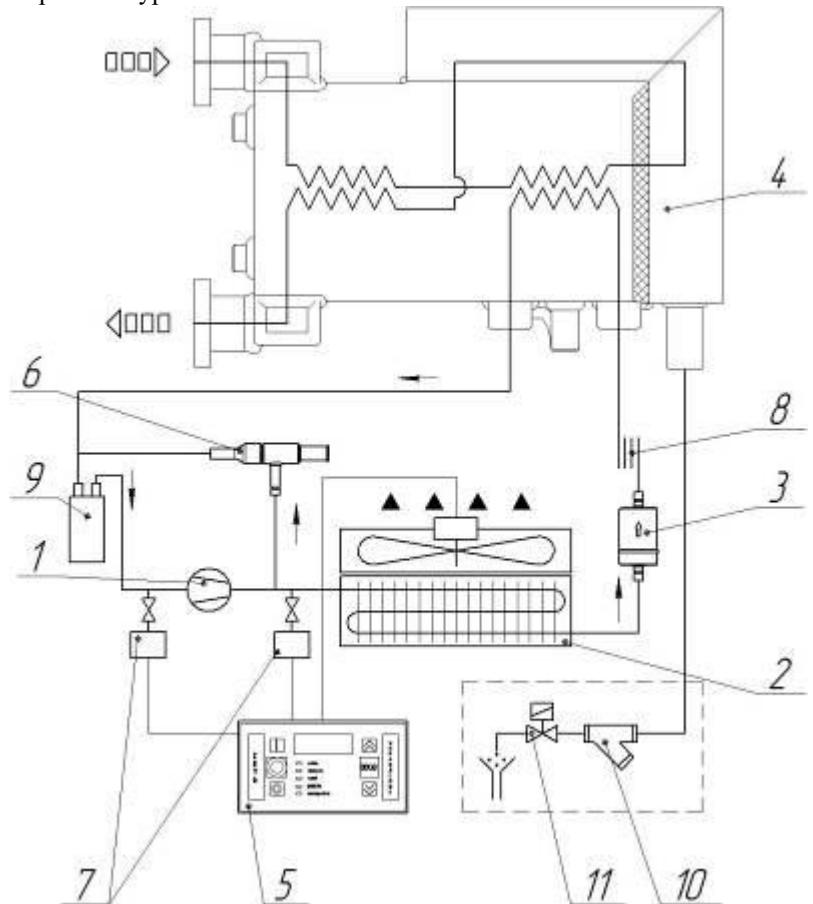

Рисунок 4 – Холодильный контур
4.1 Осушитель (рис. 4) представляет собой конструкцию алюминиевого теплообменника, размещенного в блоке осушкиния 4. В первом контуре теплообменника из сжатого воздуха удаляется вода путем его охлаждения до температуры приблизительно +3°C и удаления образующегося при этом конденсата. С целью предотвращения образования конденсата на наружной поверхности трубопроводов системы циркуляции, обрабатываемый сжатый воздух перед выходом его из осушителя подвергается предварительному подогреву. Для этого он прогоняется через второй контур теплообменника.
4.1.1 Компрессор 1 (рис. 4) является активным элементом осушителя и обеспечивает циркуляцию хладагента по холодильному контуру за счет сжатия паров хладагента от давления кипения до давления конденсации.
4.1.2 Конденсатор 2 (рис. 4) представляют собой теплообменник, в котором за счет охлаждения сжатого газообразного фреона происходит конденсация паров и далее хладагент находится в жидким состоянии. Крыльчатка вентилятора ограждена сетчатым ограждением.
4.1.3 Устройство слива конденсата предназначено для удаления воды, образующейся при охлаждении сжатого воздуха в блоке осушения. Устройство состоит из электромагнитного клапана 11 (рис.4) и сантехнического фильтра 10 (рис 4). Сигнал на управление электромагнитным клапаном подается блоком автоматического управления 5 (рис.4).
4.1.4 Регулятор производительности 6 (рис. 4) перепускает часть горячего газа (из количества нагнетаемого газа компрессором) в трубку полости между испарителем и всасыванием компрессора, поддерживая постоянным значение температуры/давления кипения фреона около +2 °C. Такое перепускание газа полностью исключает образование льда внутри испарителя в полости сжатого воздуха при любых нагрузках.
4.1.5 Блок автоматического управления 5 (рис. 4) состоит из приборной панели, электронного блока и датчиков давления. Блок управления (рис. 6) имеет четырехразрядный светодиодный дисплей, четыре кнопки управления и пять контрольных индикаторов.
4.1.7 Фильтр-осушитель 3 (рис. 4) размещается перед капиллярной трубкой, задерживает все технические загрязнения и пары влаги, исключая их циркуляцию и вступление в химические реакции